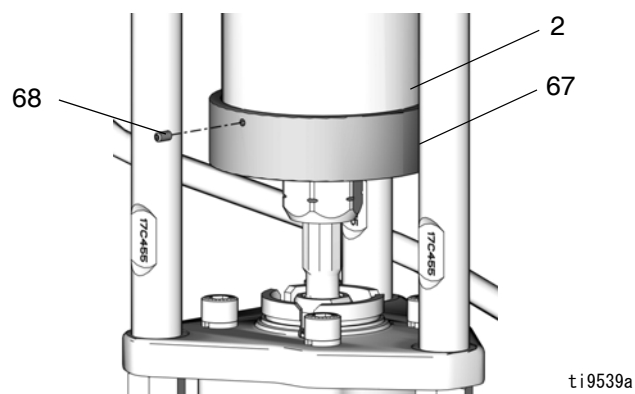

図 10. コレクタの取り付け
4. モーターを小刻みに運転してスライダーピストン (9) をストロークの下端に動かし、結合ナット (14) の再接続を可能にします。
5. カラー (13) が結合ナット (14) 内の所定の場所にあることを確認します。
6. スライダーピストン (9) の平面部に 3/4 インチレンチを置いて、結合ナット (14) を緩め付ける際に、スライダーピストンの回転を防ぎます。レンチをタイロッド (3) またはスタンドのに寄り掛かるような方向に向けます。結合ナット (14) をスライダーピストン (9) にはめて締め付け、102-108 N·m (75-80 フィート-ポンド) のトルクを与えます。
7. 図 10 を参照してください。コレクタ (67) を上に押し、スライダーシリンダ (2) の下の部分に動かし、しっかりと置きます。3 つの止めネジ (68) を指で締めて取り付けます。